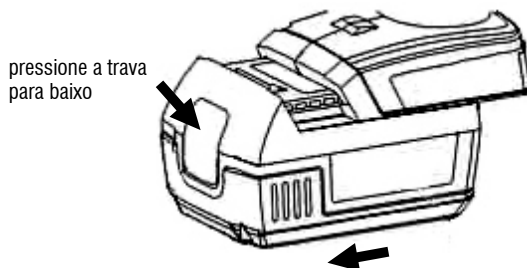

Fig. 2 – Retirando a bateria
b) Para retirar a bateria, pressione a trava e em seguida puxe a bateria conforme mostra a Fig. 2;